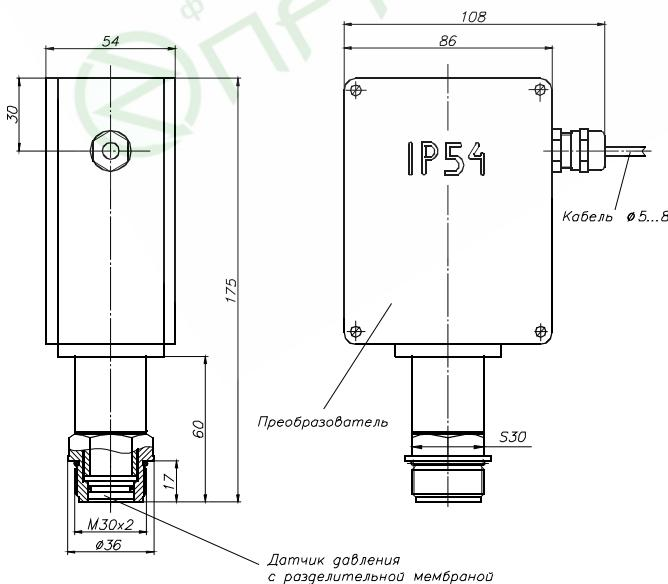

Рис. 3. Первичный преобразователь УГЦ-1.3, УГЦ-1.3-Ex
- с датчиком, снабженным разделительной нержавеющей мембранный (рис. 3, 4, 5), в которой столб жидкости воздействует непосредственно через мембрану и разделительную жидкость на тензорезистивный сенсор.
- тензорезистивный датчик непосредственно соединен с первичным преобразователем, имеет резьбу M30×2 и устанавливается внизу аппарата на трубопровод через бобышку (рис.3);